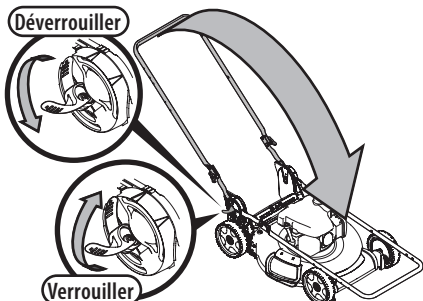

Figure 20
3. Abaissez les deux leviers de réglage pour les déverrouiller. Voir l'encadré de la Figure 20.
4. Rabattez le guidon pour ranger la tondeuse (Figure 20). Veillez à ne pas pincer le câble de commande de la lame ou le câble d'entraînement (le cas échéant) lorsque vous abaissez le guidon.
5. Relevez les deux leviers de réglage pour les verrouiller. Voir l'encadré de la Figure 20.